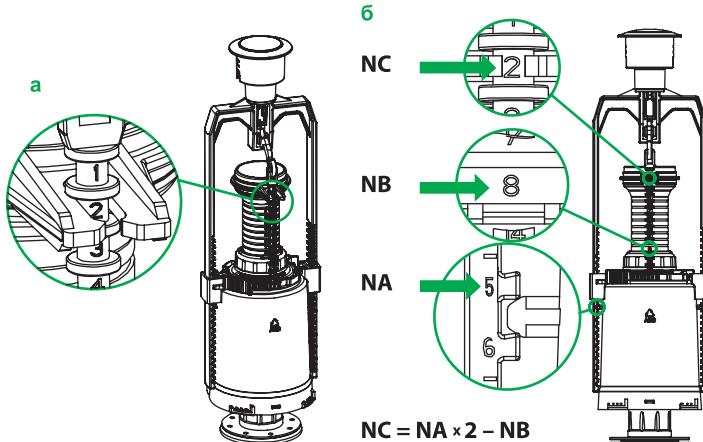

Рис. 11 / 11-сур.
6. Зафиксируйте стержень (тягу) коромысла на трубке перелива (рис. 11а).
Чтобы правильно выставить стержень (тягу), необходимо воспользоваться формулой (рис. 11б):